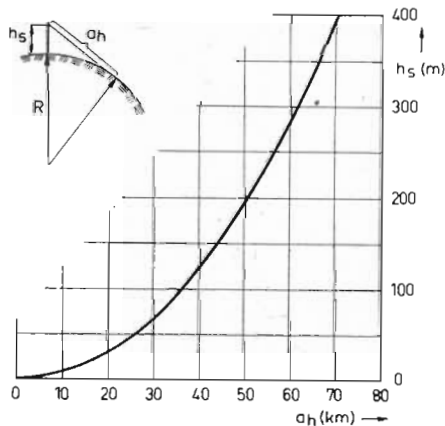

Fig. 5. Horisontavståndet a_h som funktion av sändarantennens höjd är h_s .
I ekv. (1) införes nu $h_m = 1$ m samt horisontavståndet $a_h = \sqrt{2R \cdot h_s}$ (se fig. 5), där jordradien $R = 6,37 \cdot 10^6$ m. Man finner då att fältstyrkan vid horisonten (E_h) blir: